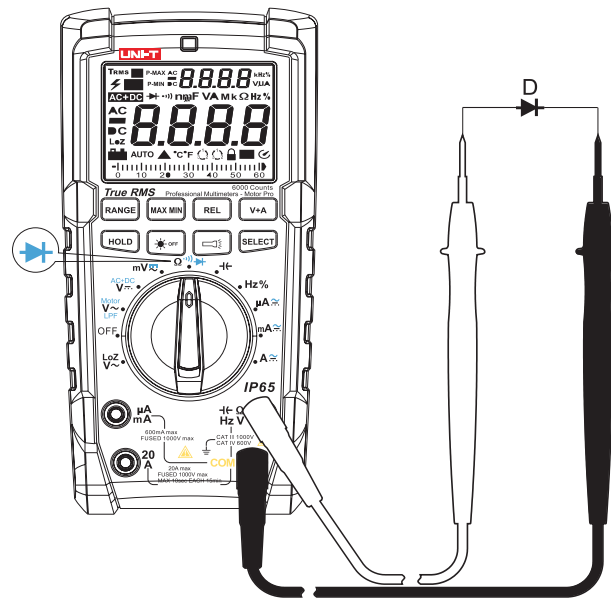

Abbildung 4
7. Diode-Messungen (siehe Abbildung 4)